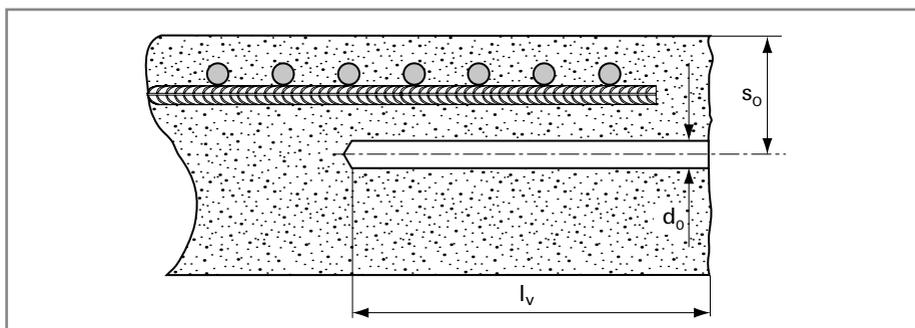

Fig. 4: Ancoraggio vicino al bordo
- L'esecutore deve assicurarsi che, in caso di ancoraggio vicino al bordo della struttura (fig. 4), venga rispettato un copriferro minimo  $c_{min}$  (Tab. 1) e l'interasse minimo  $a_{s,min}$  (equazione 1) tra le barre di ripresa inserite con l'ancorante.